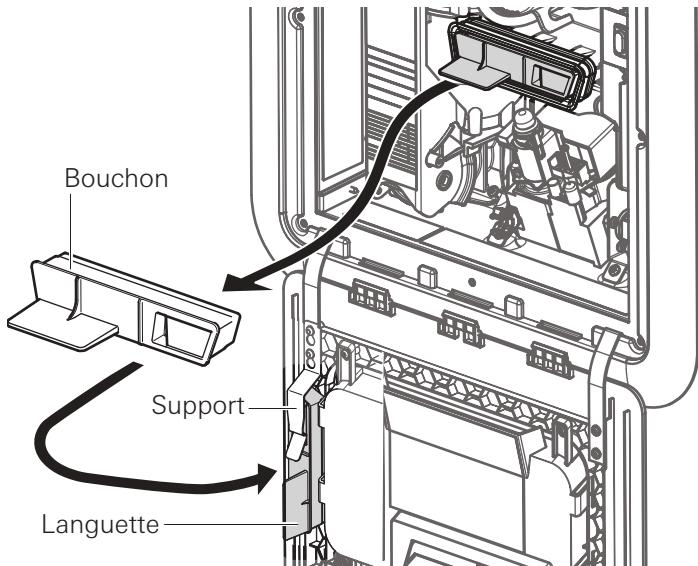

Fig. 9
Retirez le bouchon du conduit de fumée et faites-le glisser sous le support (voir la Figure 9).
3. Retirez le bouchon du conduit de fumée et faites-le glisser sous le support (voir la Figure 9).
5. Retirez le bouchon du conduit de fumée et faites-le glisser sous le support (voir la Figure 9).